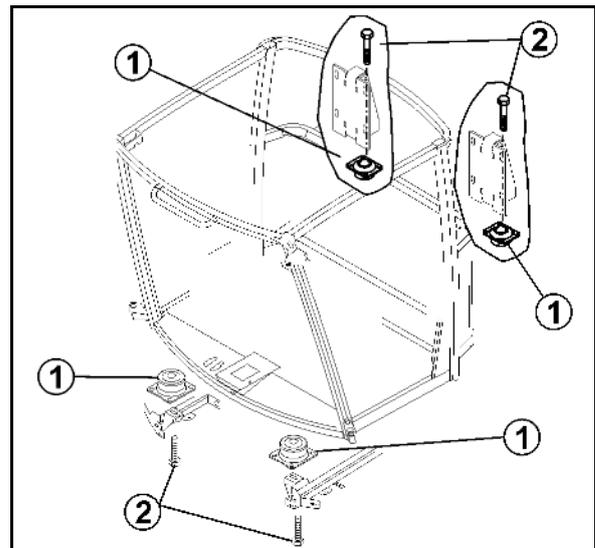

Fig. 195
2. Verdampfer (Fig. 195/2) und Warmwasserradiator (Fig. 195/3) mit Druckluft (maximal 5 bar) ausblasen.
3. Beschädigte Dichtungen (Fig. 195/1) unter dem Deckel erneuern.